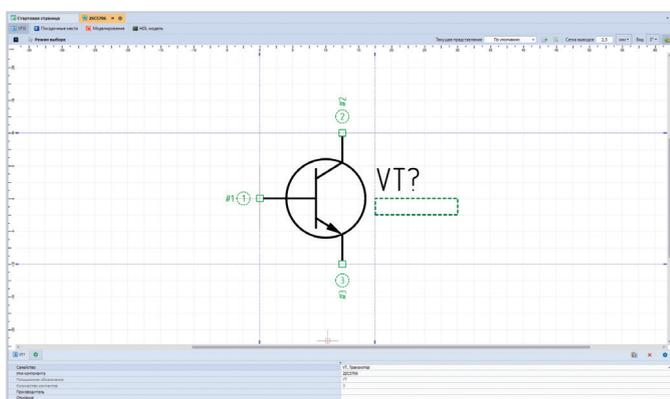

Рис. 15. Создание компонента (биполярного p-n-p транзистора)
1. В библиотеке создадим новый компонент – p-n-p транзистор (рис. 15).